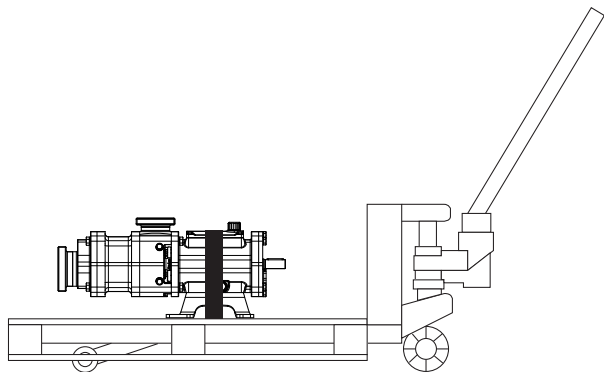

Fig. 16 Transporte con transpaleta
- ▶ Compruebe que la bomba esté bien asegurada en el palé. Por ejemplo, con correas, véase Fig. 16 «Transporte con transpaleta», pág. 24.